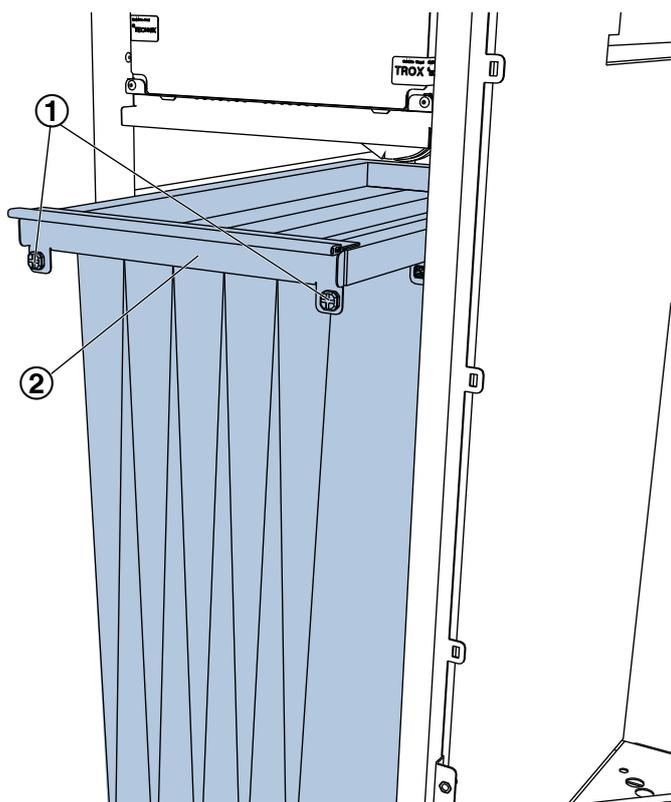

Abb. 57: Außenluftfilter
3. ▶ Schnellverschlüsse ( Abb. 57 /1) öffnen und den Außenluftfilter ( Abb. 57 /2) am Rahmen aus dem Filtereinschub herausziehen.